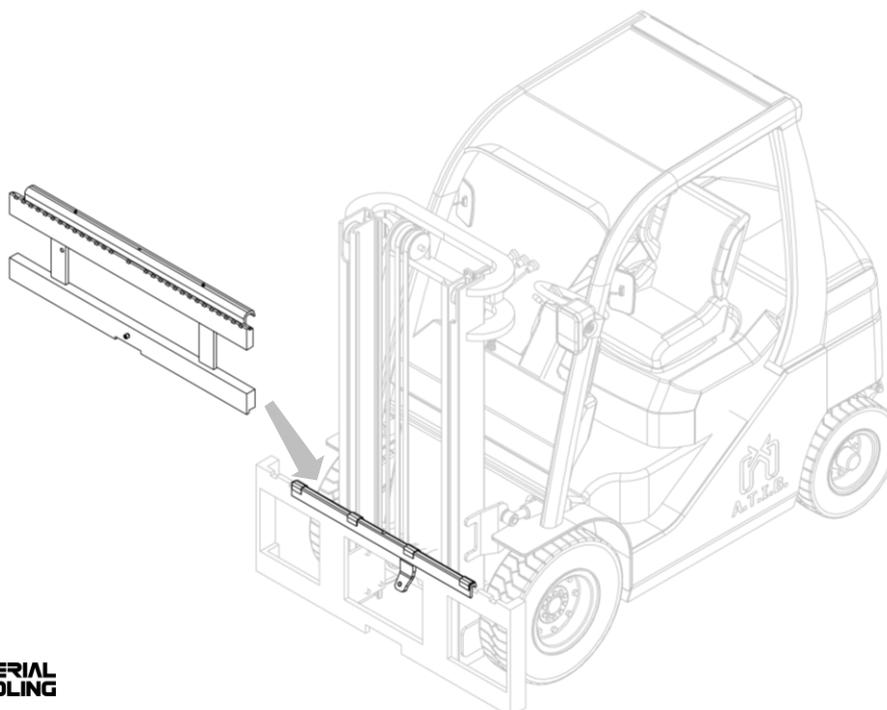

Abbildung 14
8. Dann haken Sie das Anbaugerät mittels eines Laufkrans oder eines Hebezeugs mit ausreichender Tragkraft ein und positionieren Sie es auf dem Gleitprofil. Bitte auf die richtige Positionierung des Anbaugeräts achten (*Abbildung 14*).